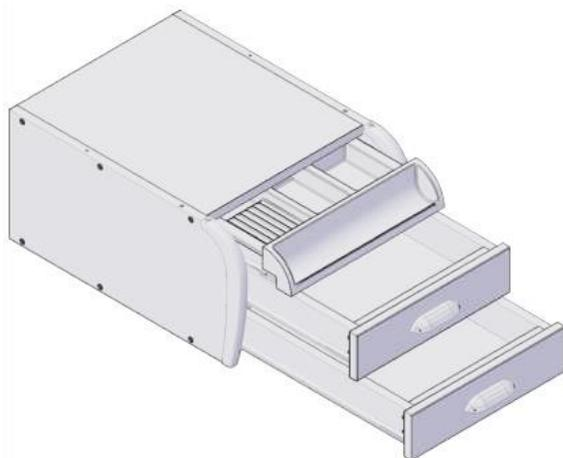

Рис.9
4.3.1 В корпус тумбочки (сборка по п. 4.1.4) вставить ящики (сборка по п. 4.2.5, 4.2.6 и поз.6), см. рис. 9.